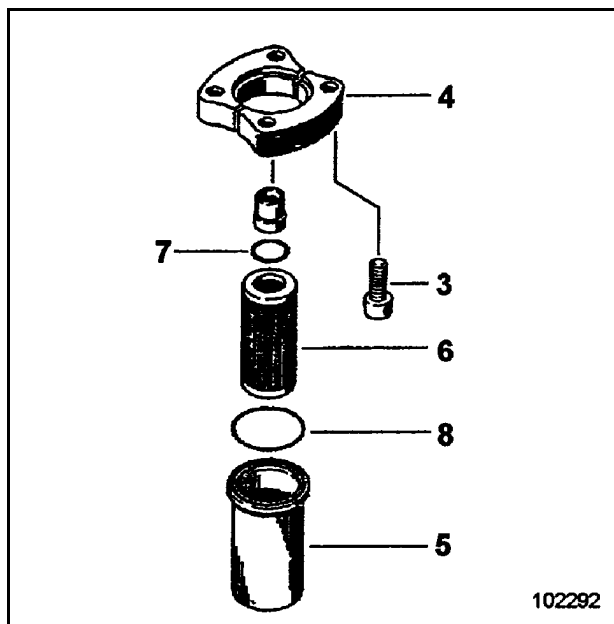

Fig. 3-72:
- Détachez la bride (4, Fig. 3-72:).
- Retirez le filtre (6) du logement de filtre (5).
- Insérez le nouveau filtre dans le logement de filtre (5) et réinstallez-le sur la tête de filtre avec une nouvelle bague d'étanchéité légèrement huilée (8).
- Installez un nouveau filtre (6, Fig. 3-72:) et réassemblez-le avec une nouvelle bague d'étanchéité légèrement huilée (7).